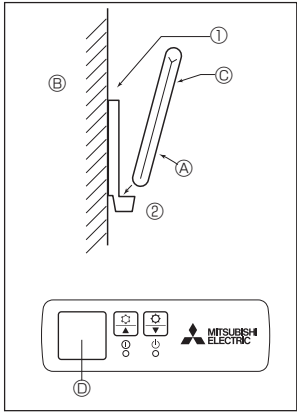
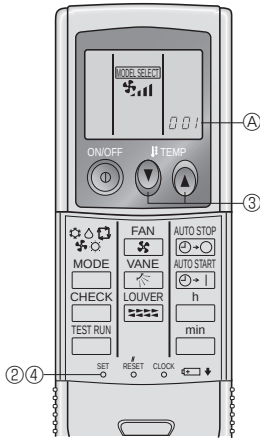

Fig. 6-2
Fig. 6-3
2) Метод установки (Fig. 6-2)
- ① Закрепите держатель пульта дистанционного управления в выбранном Вами месте с помощью двух самонарезающих винтов.
② Вставьте низ пульта в держатель.
④ Пульт дистанционного управления ③ Стена ⑤ Индикаторная панель ⑥ Ресивер сигналов
3) Настройка (Fig. 6-3)
- ① Вставьте батарейки.
② Нажмите кнопку SET остроконечным предметом.